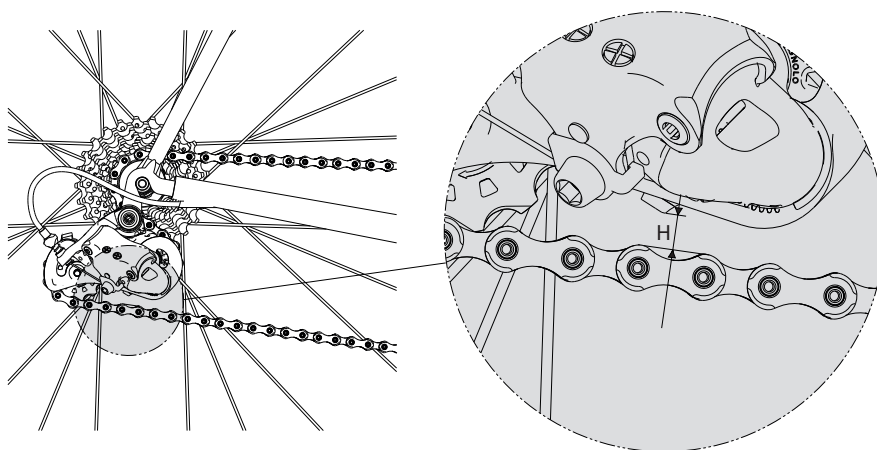

Fig.2
• Determinate la lunghezza corretta della catena posizionandola sul pignone e sull'ingranaggio più piccoli, verificando che la misura H (Fig. 2), distanza tra parte inferiore del bilanciere e parte superiore della catena, sia circa 10 - 15 mm.